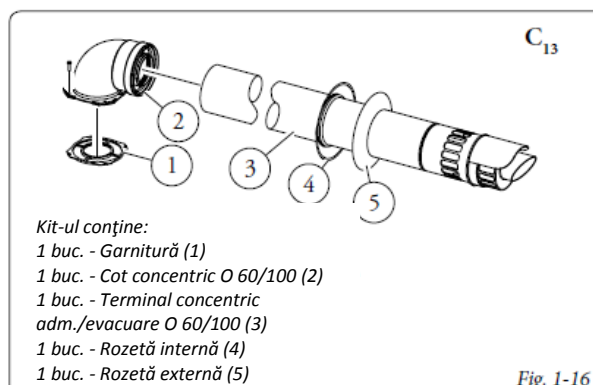

Fig. 1-16
Kit-uri orizontale de admisie - evacuare \varnothing 60/100. Montarea kitului (Fig. 1-16): montați cotul cu flanșă (2) pe orificiul central al centralei - așezați garnitura (1) cu proeminențele circulare în jos în contact cu flanșa centralei și strângeți-o cu șuruburile prezente în kit. Introduceți conducta terminală concentrică \varnothing 60/100 (3) cu capătul tată (netedă) în capătul mamă (cu garnituri cu umăr) a cotului (2) și împingeți-o până la capăt, asigurându-vă că ați introdus rozeta internă și externă, în acest fel se va obține etanșeitatea și îmbinarea perfectă a elementelor ce compun kitul.